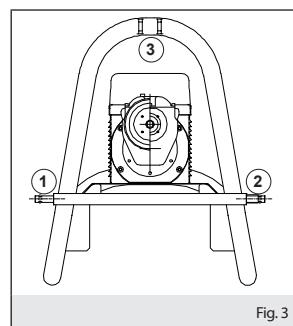

Fig.3
- che i tre punti di ancoraggio (fig.3) previsti siano perfettamente fissati e bloccati con i pezzi in dotazione. L'errato ancoraggio provoca il ribaltamento della macchina con grave pericolo per l'operatore.
- the three links (fig.3) are perfectly fastened and locked with the accessories provided. If wrongly anchored the machine could tip over causing a severe hazard for the operator.
- les trois points d'ancrage (fig.3) prévus sont parfaitement fixés et bloqués avec les pièces fournies. Un ancrage incorrect provoque le basculement de la machine et constitue donc un grave danger pour l'opérateur et l'endommagement du produit.